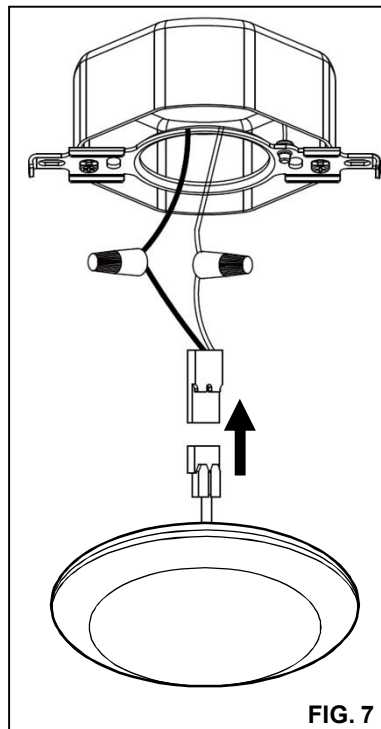

FIG. 7
3. Use wire nuts to connect male end of connector of adaptor with supply wires (black-to-black and white-to-white). (FIG. 7)
4. Connect the quick connect from the junction box to the quick connect on the fixture. (FIG. 7)
3. Use tuercas de cables para conectar el lado macho del adaptador con los cables de alimentación (negro a negro y blanco a blanco). (FIG. 7)
4. Conecte el conector rápido de la caja de alimentación al conector rápido del luminario. (FIG. 7)
3. Utiliser écrous de fil pour connecter l'extrémité mâle du connecteur de l'adaptateur avec des fils d'alimentation (noir à noir et blanc à blanc). (**FIG. 7**)
4. Connecter le raccord rapide de la boîte de jonction à la connexion rapide sur le luminaire. (**FIG. 7**)